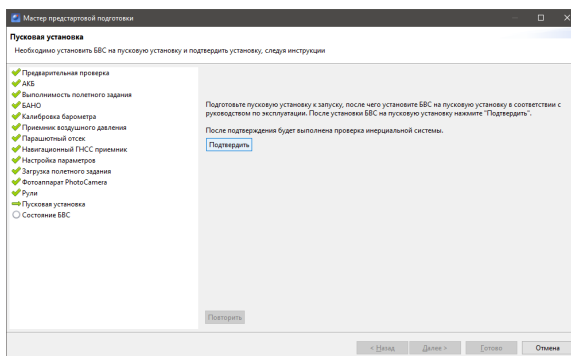

Рис. 103: Пусковая установка
- **Пусковая установка.** На данном этапе БВС устанавливается на пусковую установку и проверяется инерциальная система (рис. 103).